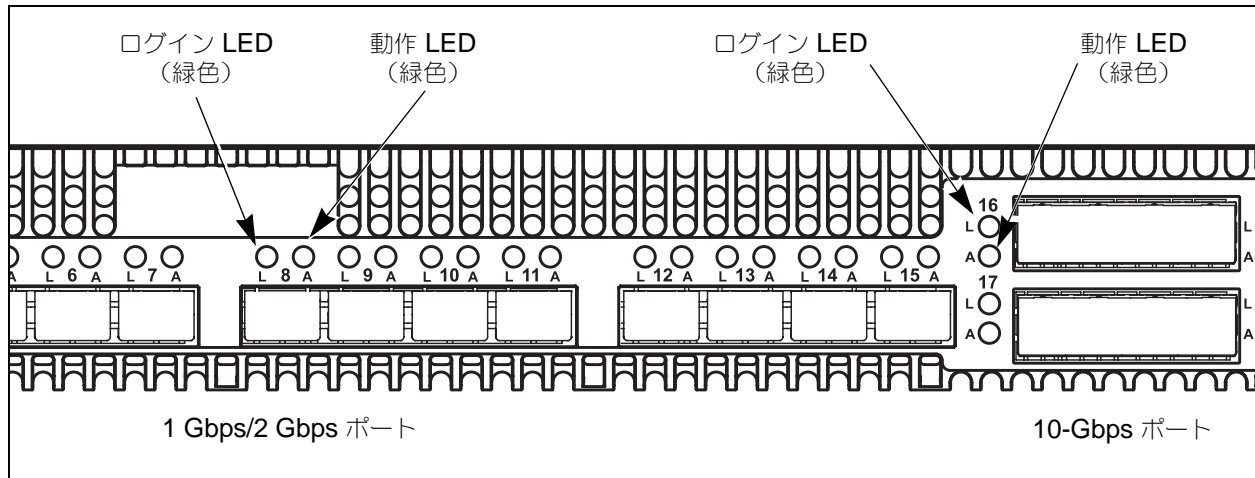

図 2-5. ポート LED
各ポートには、図 2-5 に示されるようにログイン LED (L) と動作 LED (A) があります。